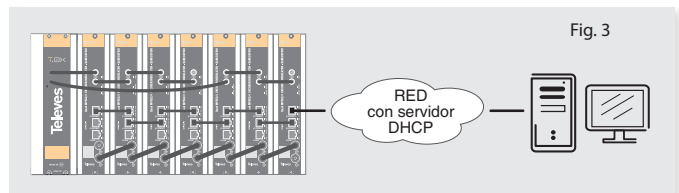
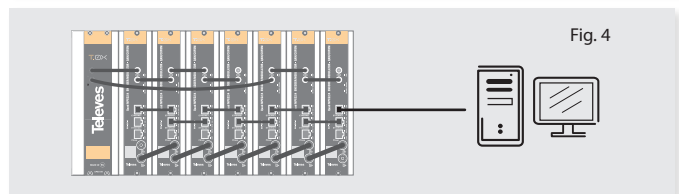

Fig. 3
Fig. 4
3. If a network is available that provides IP addresses through DHCP, connect the encoders to the network as shown in Figure 3. If such a network is not available, then a computer will need to be connected as shown in Figure 4.
3. Si dispone de una red que proporcione una dirección IP mediante un servidor DHCP, conecte los encoders a la red como se indica en la fig 3. Si la red no está disponible, deberá usar un PC para la conexión como se indica en la fig. 4 .